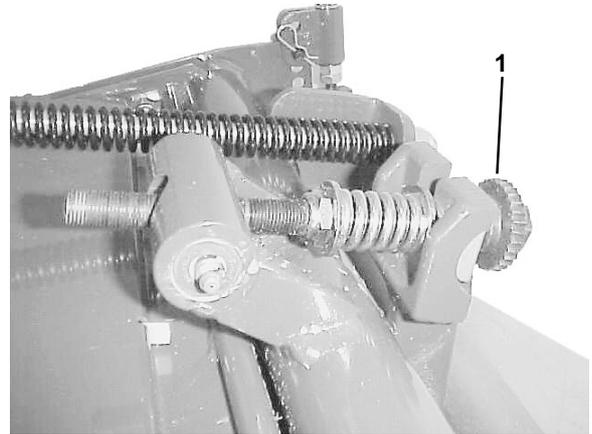

Bild 28
1. Lockern Sie den Spindel : Untermesserkontakt, indem Sie das Untermessereinstellrad (Bild 28) entgegen dem Uhrzeigersinn drehen, bis kein Kontakt mehr besteht.